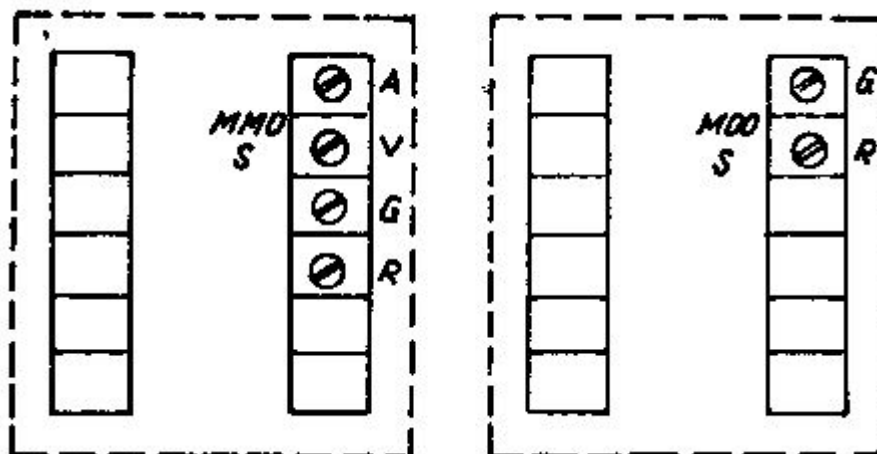

Fig. 38 Executarea conexiunilor în contactor
e) Semaforul de intrare cu un braț și semnal prevestitor al semnalului de „ieșire” echipat cu inductoare de cale de 1 000/2 000 Hz și de 500 Hz (fig. 37 și fig. 38)